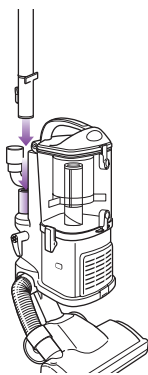

Fig. 9
- 3 Acople el extremo del tubo de extensión al tubo de la parte de atrás de la aspiradora compacta hasta que se traben en su lugar. (Fig. 9)